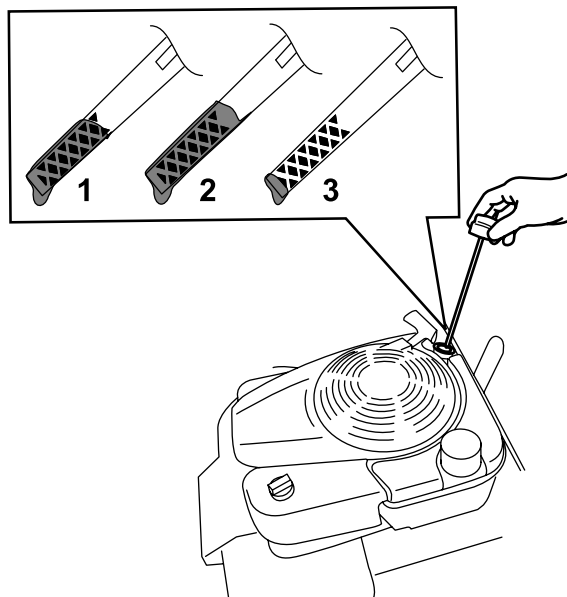

Рисунок 14
2. Извлеките масломерный щуп, повернув крышку против часовой стрелки и вытянув его (Рисунок 14).
5. Определите уровень масла по отметкам на щупе (Рисунок 14).
- Если уровень масла на щупе слишком низкий (Рисунок 14), осторожно залейте небольшое количество масла SAE 30 или SAE 10W-30 с моющими присадками в маслозаливную горловину, подождите 3 минуты и повторите операции с 3 по 5, чтобы довести масло до требуемого уровня на щупе. Информацию о типе масла см. в разделе Замена масла в двигателе \(страница 23\).
- Если уровень масла по щупу слишком высокий (Рисунок 14), слейте излишек масла, пока не будет достигнут правильный уровень по щупу; см. раздел Замена масла в двигателе \(страница 23\).